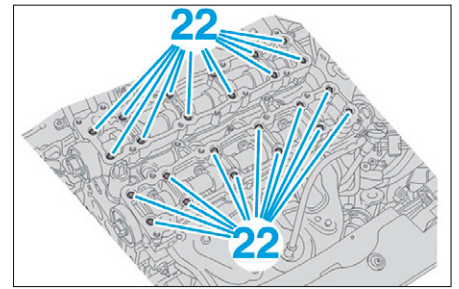

FIG. 29
- Déposer les vis (22) en les desserrant progressivement en spirale, en commençant par l'extérieur (Fig.29).